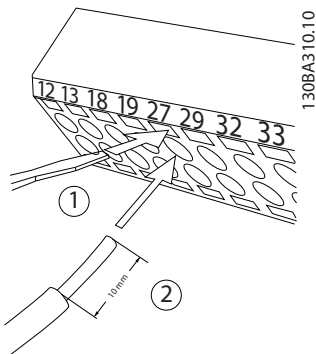

Abbildung 2.13 Anschluss der Steuerleitungen
1. Öffnen Sie den Kontakt, indem Sie einen kleinen Schraubendreher in die rechteckige Öffnung über bzw. unter dem entsprechenden Kontakt einführen und damit die Klemmfeder öffnen (siehe *Abbildung 2.13*)